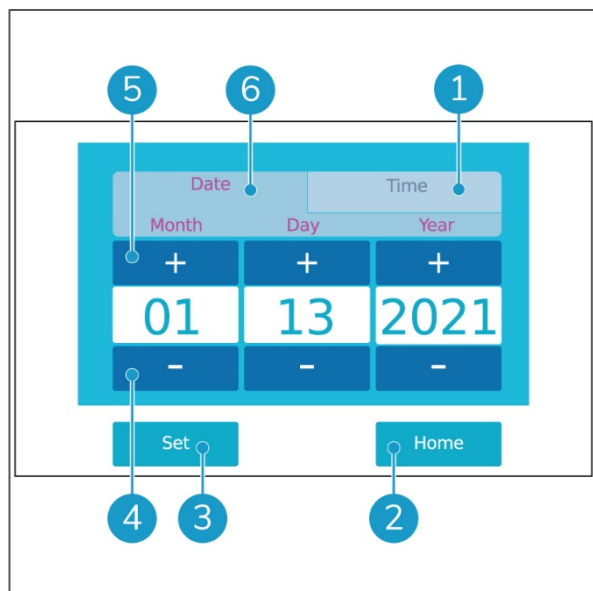

Figura 21
2. Se abre la pantalla general de la fecha y hora (Figura 21).
La hora: toca la pestaña Time (Figura 21, pos. 1);
La fecha: toca la pestaña Date (Figura 21, pos. 6).
4. Utiliza los botones más (+) (Figura 21, pos. 5) y los botones menos (-) (Figura 21, pos. 4) para ajustar la fecha y la hora según sea necesario.
5. Toca el botón Set (Figura 21, pos. 3) para confirmar la nueva fecha u hora.
6. Toca el botón Home (Figura 21, pos. 2) para volver a la pantalla principal.